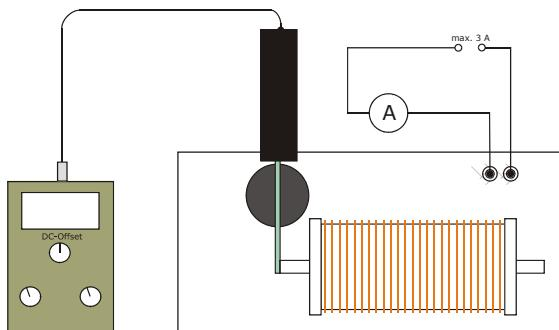

Fig.1 Enregistrement de la courbe d'hystérésis
- Montez l'alimentation, la bobine et l'ampèremètre en série (voir fig. 1).